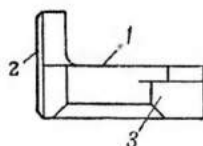

Рис. 9. Защелка шомпола:
10. Защелка шомпола (рис. 9) служит для крепления шомпола на винтовке. Защелка состоит из стержня и пружины. Стержень имеет головку с насечкой и выступ, которым защелка удерживает шомпол в отверстии выступа надульника.